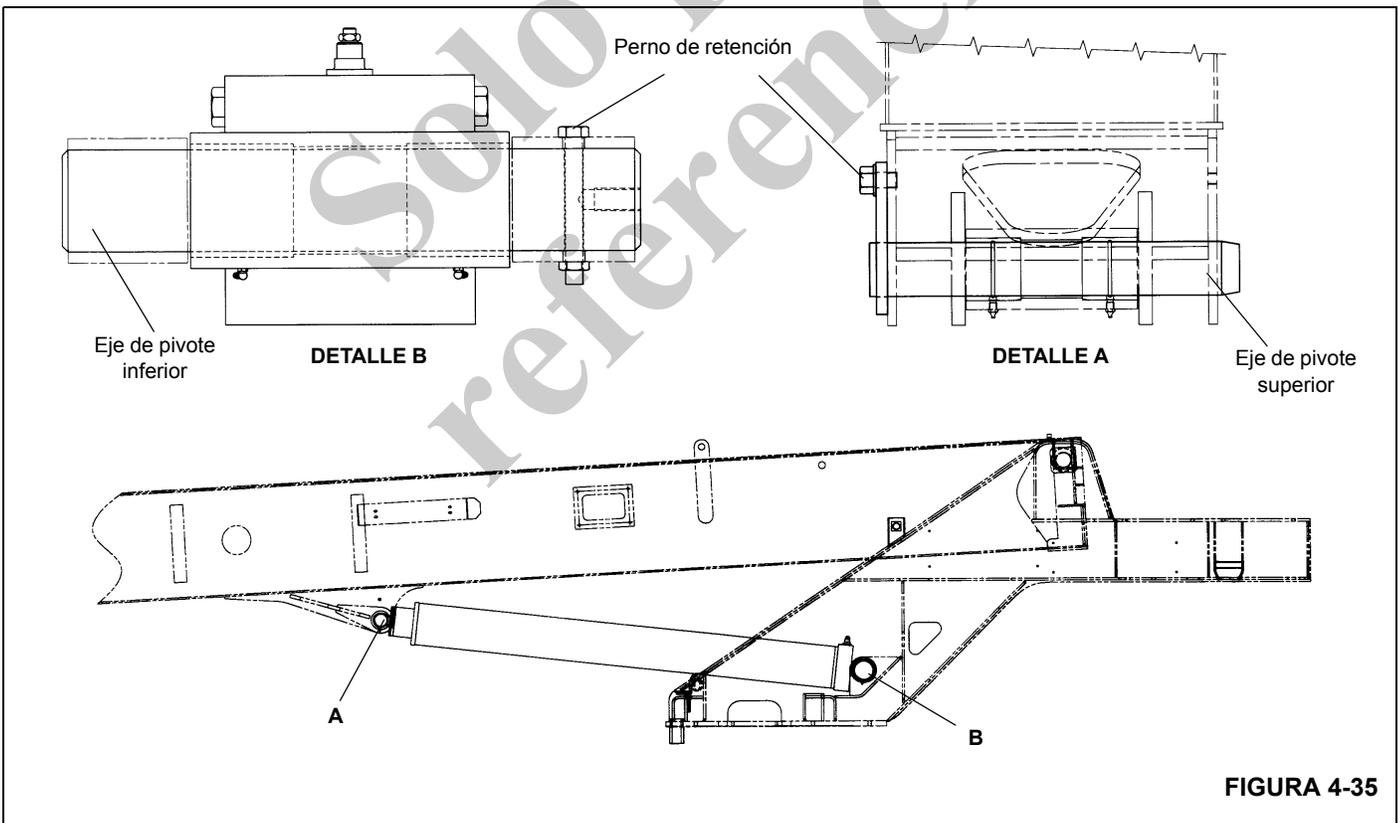

FIGURA 4-35
**NOTA:** Instale el eje de pivote inferior (Figura 4-35) (Detalle B) con su agujero roscado hacia la derecha, el lado opuesto a la cabina.